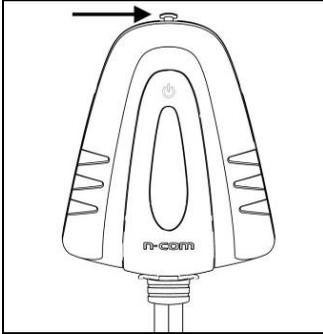

Abb. 3
- Fügen Sie die Befestigungsfüßchen ins Gerät ein (Abb. 3)